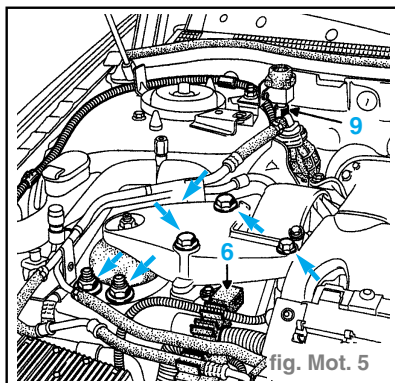

fig. Mot. 5
- la tresse de masse sur la coiffe de suspension pendulaire, ainsi que le support (6), (fig. Mot. 5)